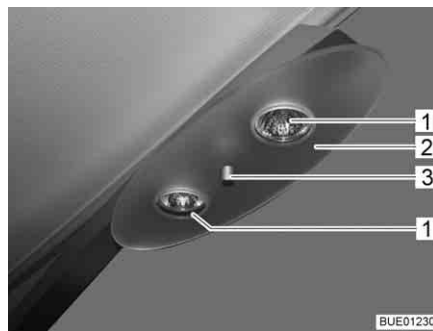

Bild 239 Halogendeckenleuchte
- Haltemutter (Bild 239,3) abschrauben und Deckplatte (Bild 239,2) abnehmen.
- Halogenglühlampe (Bild 239,1) entfernen.